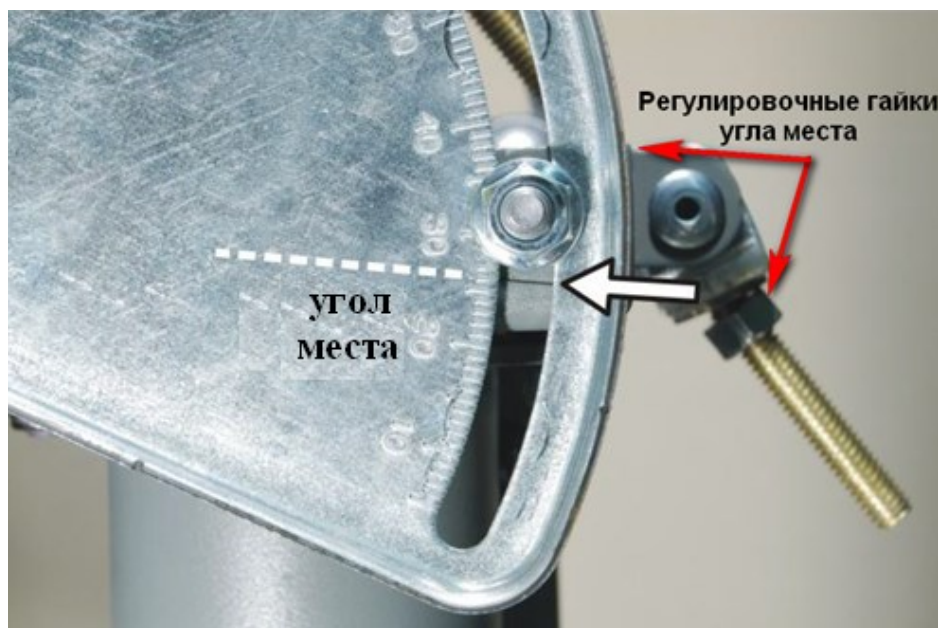

Рисунок 42. Регулировочные гайки угла места
2. Угол места устанавливается по шкале на опорно-поворотном устройстве двумя регулировочными гайками (**рисунок 42**). При установке угла места учитывайте отклонение опоры от вертикали по направлению на спутник, так как шкала будет иметь погрешность на это значение.